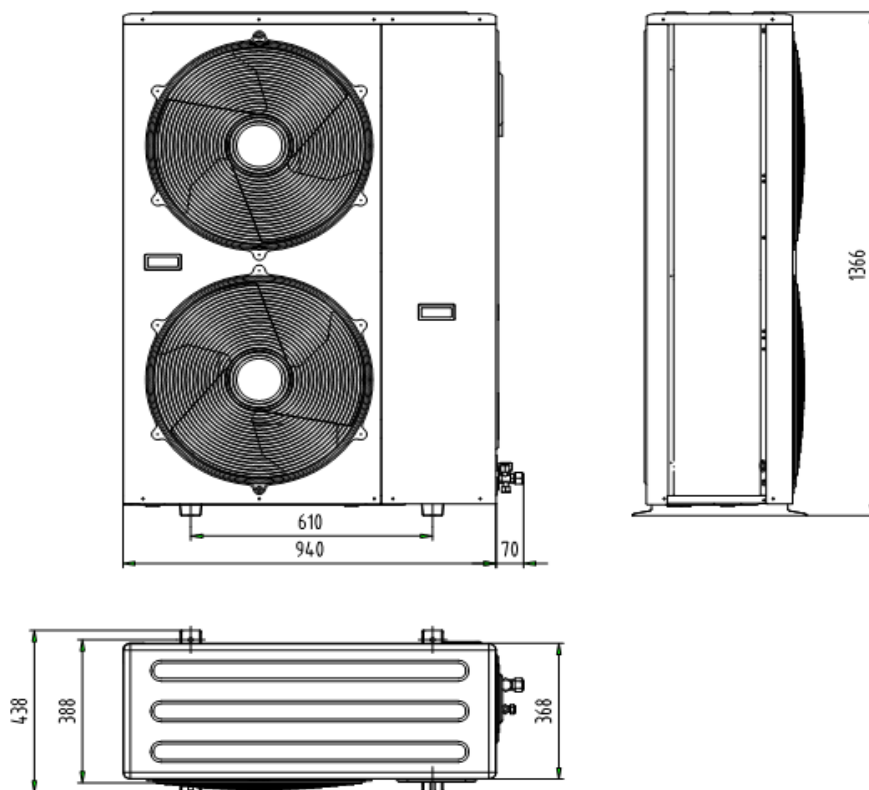

Рис.1.6
- Модели IMS-EM120NH(7), MS-EM120NB(7), IMS-EM140NH(7), IMS-EM140NB(7), IMS-EM160NH(7) IMS-EM160NB(7), (рис.1.6)